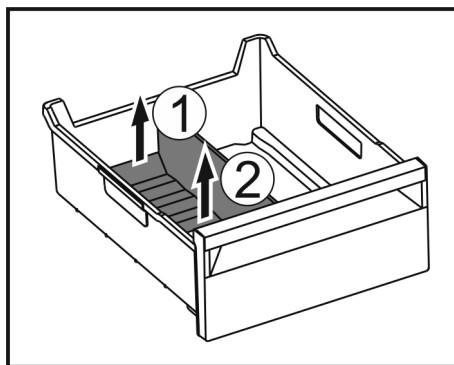

Fig. 120
- Sollevare la parte posteriore del divisore dello scomparto del ghiaccio. Fig. 120 (1)
- Rimuovere il divisore dello scomparto del ghiaccio verso l'alto. Fig. 120 (2)